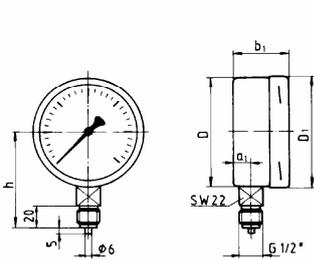
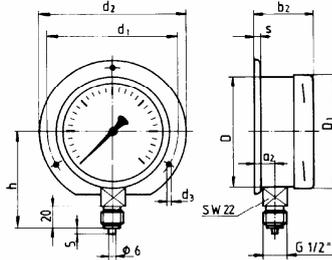
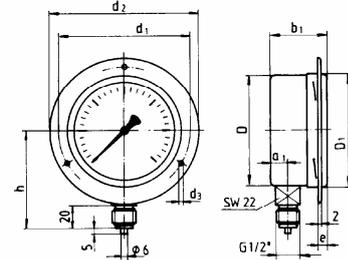
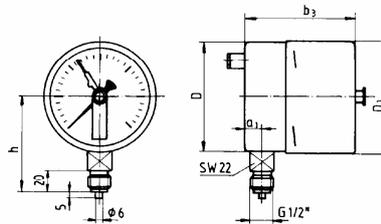

Abb. 101
Abb. 102
Abb. 103
Abb. 108
- Abb. 101 = Normale Ausführung nach DIN 16 064, Form A, Anschluss radial nach unten
- Abb. 102 = Wie Abb. 101, für Tafleinbau, mit hinterem Befestigungsrand, nach DIN 16 064, Form B
- Abb. 103 = Wie Abb. 101, für Tafleinbau, mit vorderem Einbauring, nach DIN 16 280, Form A
- Abb. 108 = Kontaktmanometer (Abb. 101 mit Kontakteinrichtung, Kabelanschlussmuffe rückseitig)